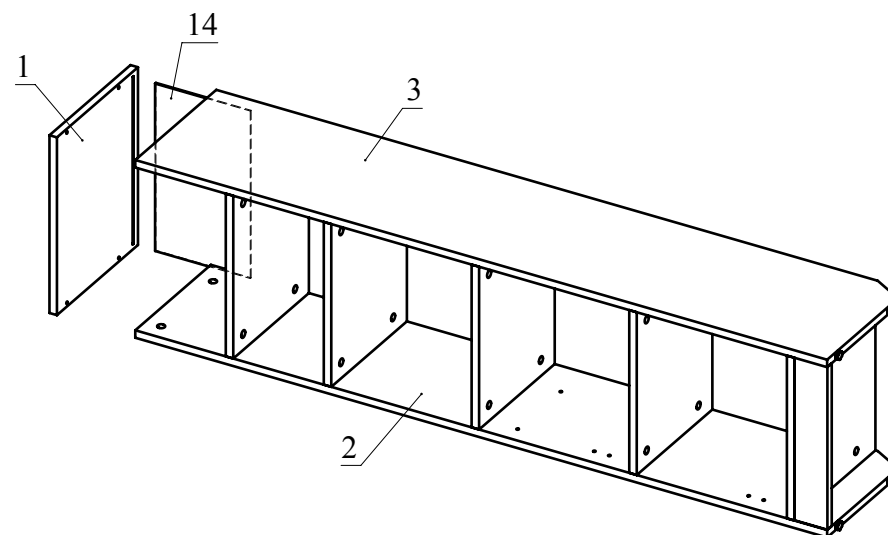

Рис.9
9. Вставьте деталь 14 из ДВП в пазы деталей 2, 3, 6 (Рис. 9). Соедините деталь 1 с деталями 2, 3, затянув головки минификсов (Рис.9).